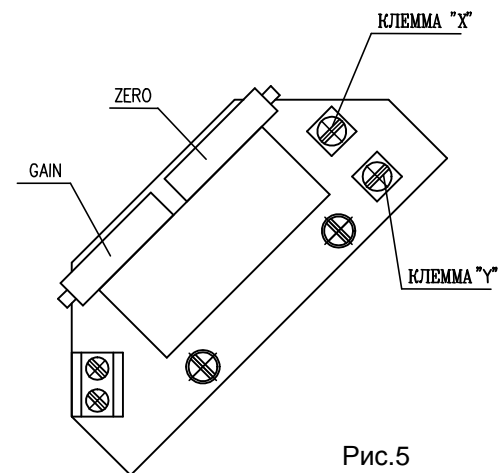

Рис.5
#### 4.4.1 EPV - 2-проводниковое включение (рис.5,5а)
- Установите омический датчик на основании инструкций в предыдущей главе так, что омическую величину измеряйте на клеммах **X-Y** или **R-R** (рис.5,5а) (употреблен датчик с сопротивлением 100Ω).
- Поворачиванием устанавливающего триммера **GAIN** или **B** (рис.5) установите величину выходного сигнала тока, измеряемого на клеммах 81-82, на величину **20 мА**.
Рис. 5а